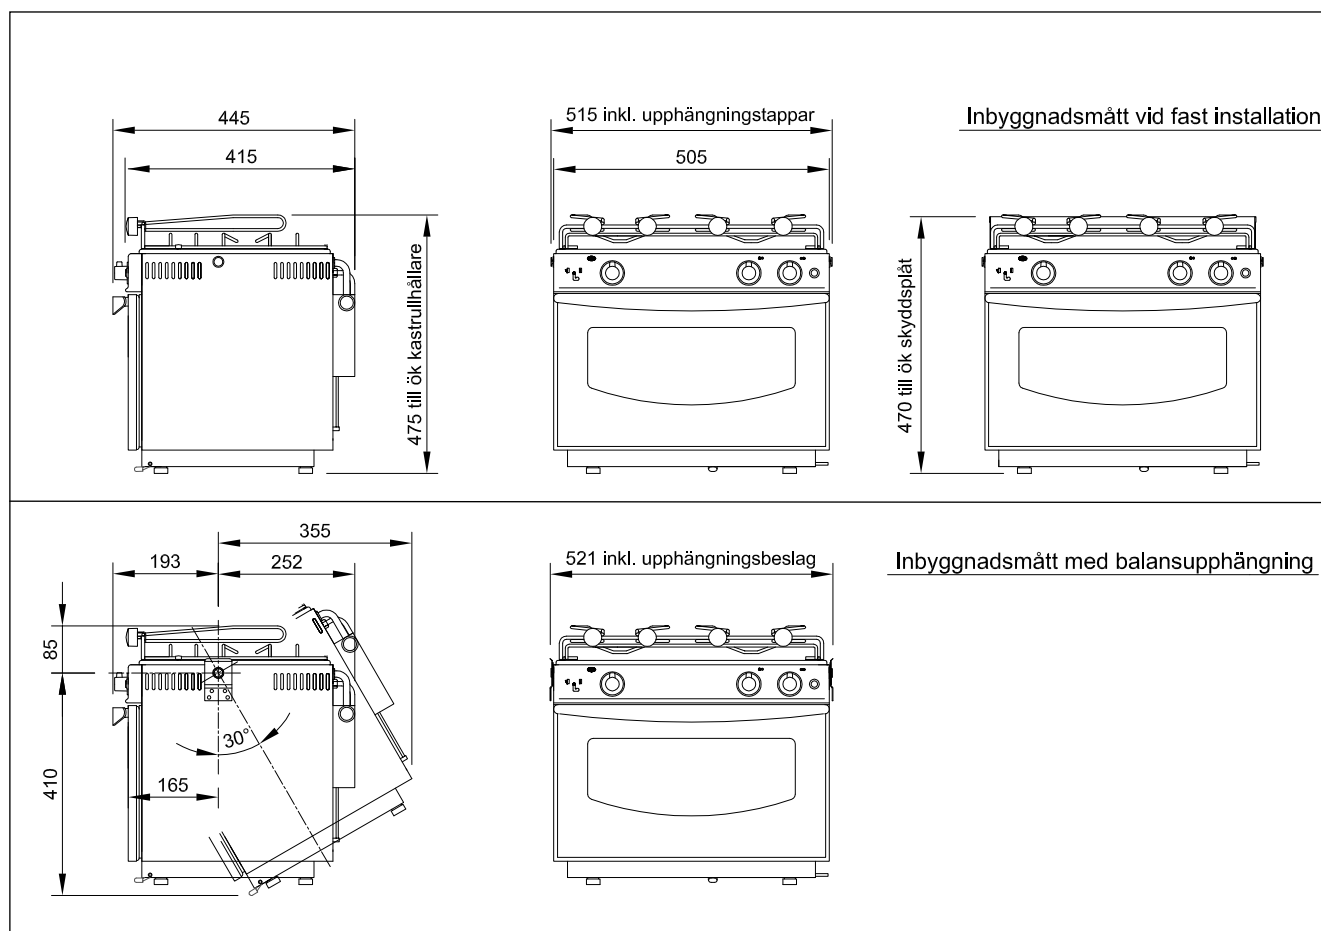

Fig. 1
Installationsmått i figur nedan, Fig. 1
- 2 - Montera dessa på sidoskotten, håll tillräckligt avstånd till skottet bakom spisen så att spisen kan svänga fritt, se fig. 1 och 2.